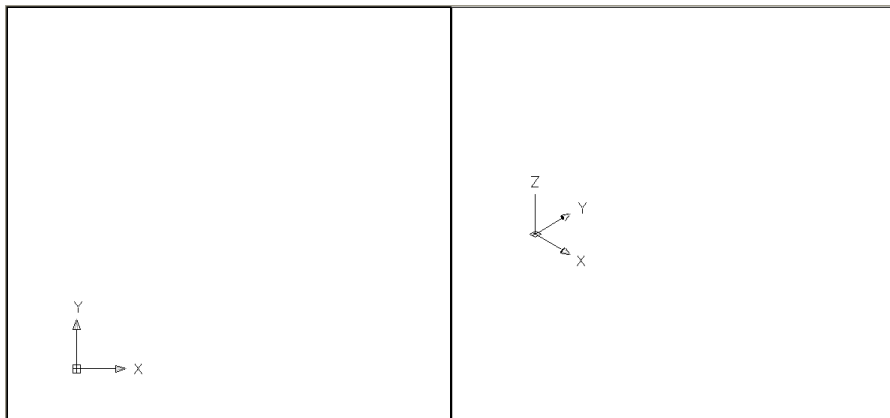

Рис. 11.7
2. Активізуємо лівий екран вигляду, вказавши точку всередині його границь (рис. 11.7).